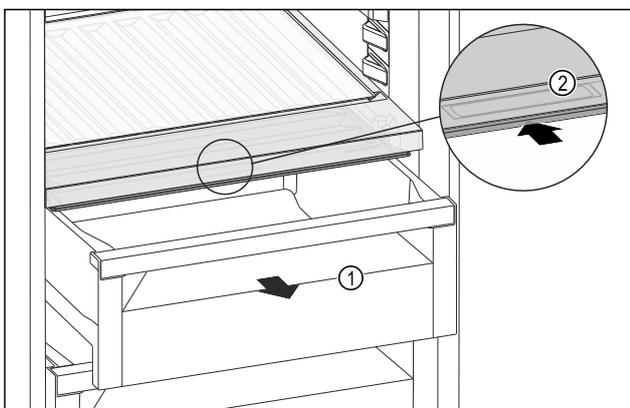

Fig. 110
- ▶ Schubfach Fig. 110 (1) herausziehen.
- ▶ Griffmulde Fig. 110 (2) am Fachdeckel anfassen und Fachdeckel gleichzeitig nach hinten schieben.